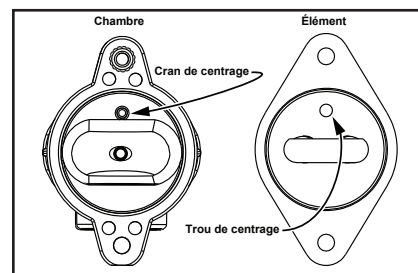

Figure 14 - Cran de la chambre, trou de centrage de l'élément.
**2** Mettre l'élément en place en alignant le trou de centrage de l'élément et le cran de la chambre. Attacher l'élément en serrant les vis du support de fixation en alternance. NE PAS trop serrer les vis. Voir Figure 14. **AVIS :** Pour éviter d'endommager le support de fixation de l'élément, ne PAS serrer complètement une seule vis à la fois.